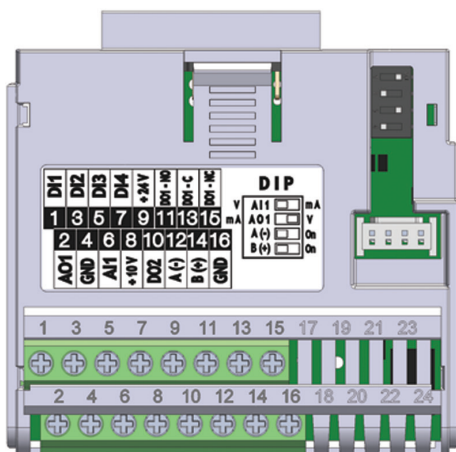

Figura 19.1: Módulo Plug-in CFW500-IOS
El módulo plug-in CFW500-IOS posee solamente la interfaz Serial (1) a través de la puerta RS-485 en los bornes 12 (A-) y 14 (B+), vea la Figura 19.1 en la página 19-1.